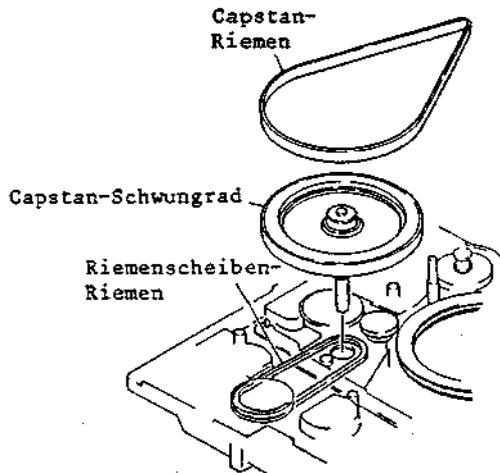

Abb. 2-82 Ausbau des Capstan-Schwungrades
- Den Capstan-Riemen und den Riemenscheiben-Riemen abnehmen (siehe Abb. 2-82).